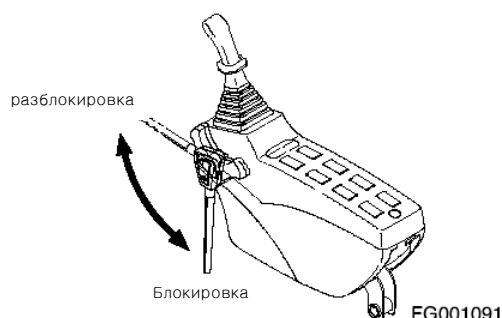

Рис. 25
1. Перевести рычаг блокировки (рис. 25) вниз в положение блокировки (**LOCKED**). Когда рычаг блокировки находится в заблокированном положении (**LOCKED**), перемещение переднего навесного оборудования, ход и поворот функционировать не будут, даже при перемещении рычагов.
2. Перед началом работы следует установить рычаг блокировки (Рис. 25) в положение разблокирования (**RELEASE/UNLOCK**), потянув его вверх.